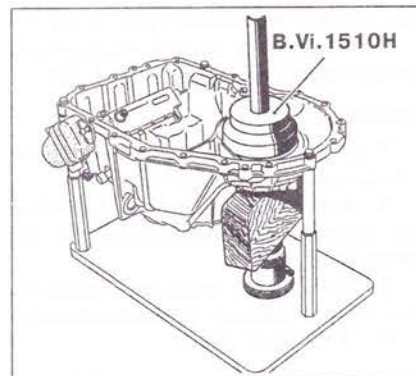

Рис. 5.77. Установите опору подшипника дифференциала при помощи приспособления В. Ви. 1510Н.
5. Установите опору подшипника дифференциала при помощи приспособления В. Ви. 1510Н (рис. 5.77).